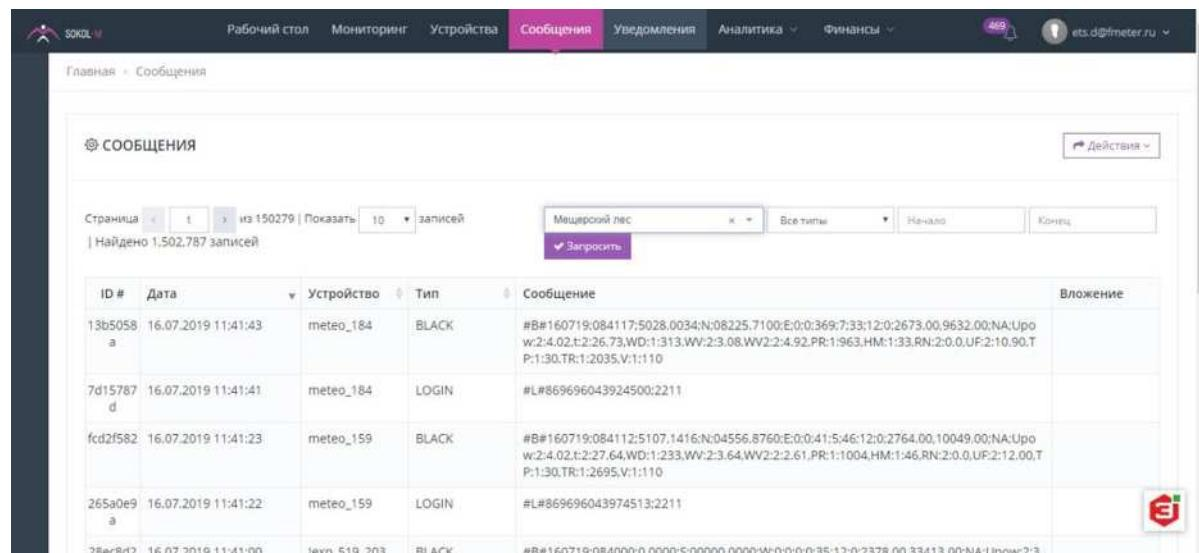

Рисунок 12 - Вкладка «СООБЩЕНИЯ»
6.12.2. После включения (см. п. 6.5) метеостанция начнет отправлять сообщения на сервер согласно установленному расписанию. Посмотреть, приходят ли сообщения на сервер [sokolmeteo.com](http://sokolmeteo.com) от конкретной метеостанции, можно во вкладке «сообщения» (рис. 12). Если данные приходят, то станция в рабочем режиме и дальнейшая настройка не требуется. Станция передает сообщения на сервер не мгновенно, а спустя некоторое время после включения. Сообщение типа “LOGIN” приходит после регистрации в сети GSM в среднем спустя 20 ÷ 30 с. После включения. Само сообщения с данными “BLACK” приходит через 2 минуты после включения при отсутствии GPS, а в случае устойчивого приема сигнала GPS, сразу же после сообщения “LOGIN”. Сообщения с фотографией “WITH BINARY DATA” приходит раз в сутки при установленной камере.